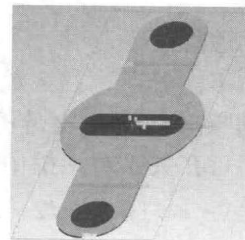

图3 准备工件
6) 将切口填入钣金件。执行命令 “工件” → “填充工件”, 结果如图3所示。